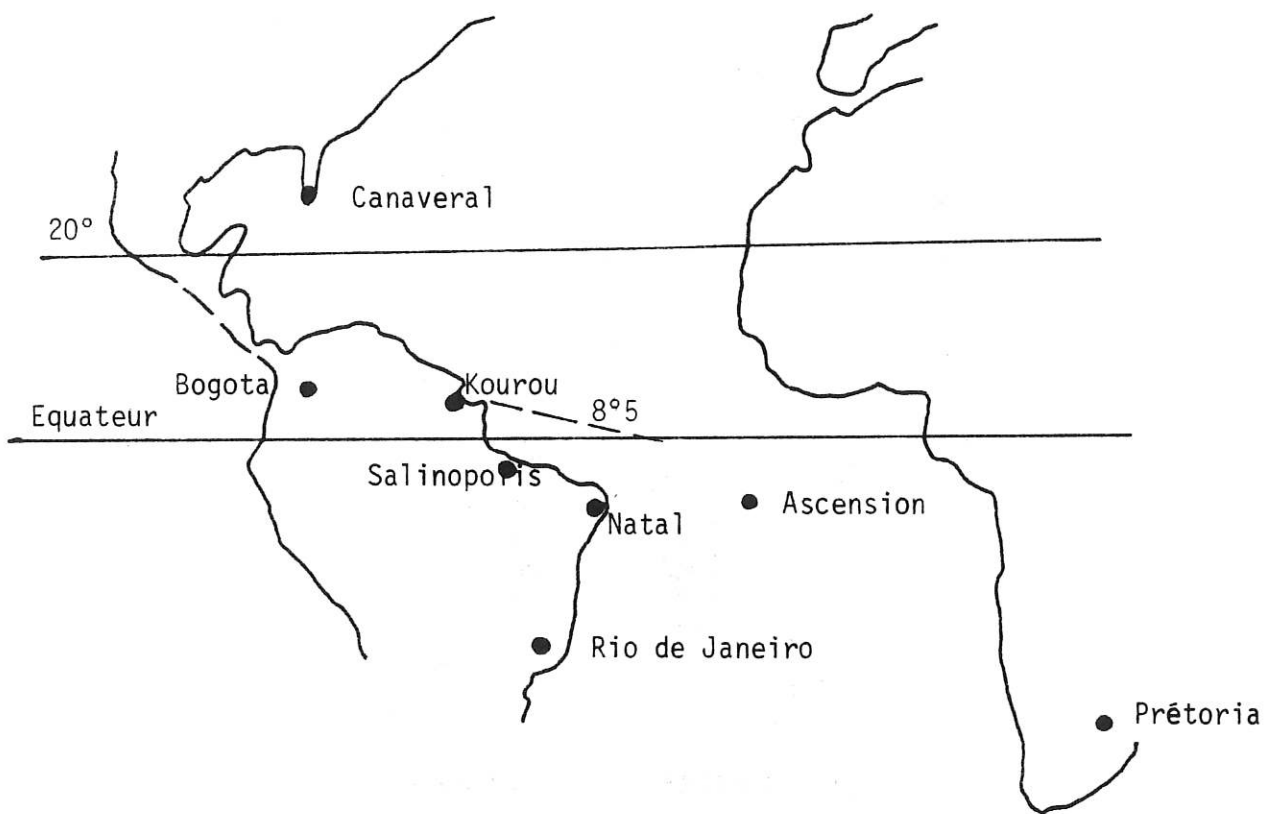

Fig. 12.- Situation de Kourou.
4.- Implantation du réseau (fig. 12).